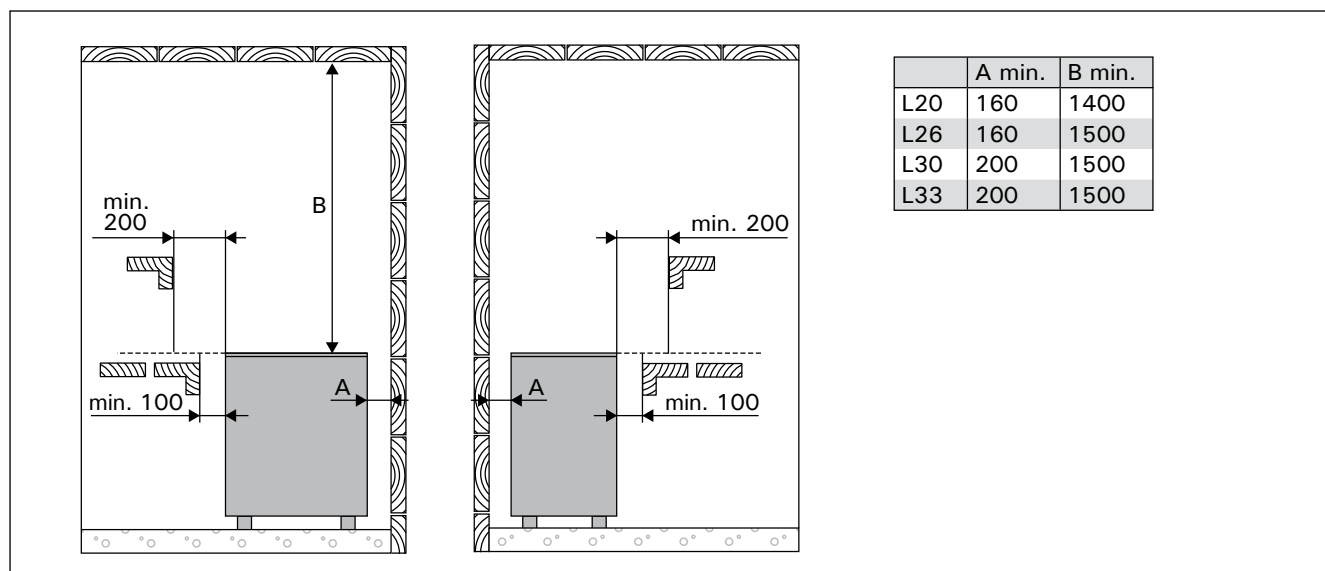

Рисунок 4. Расположение и безопасные расстояния (все размеры приведены в миллиметрах)
- При расположении каменки выполняются условия минимальных расстояний, изображенных на рис. 4 и указанных в таблице 2.
Перед установкой необходимо принять во внимание минимальные расстояния до легковозгораемых материалов. См. табл. 2 и рис. 4.
При установке защитного ограждения вокруг каменки следует соблюдать расстояния, указанные на рис. 4.